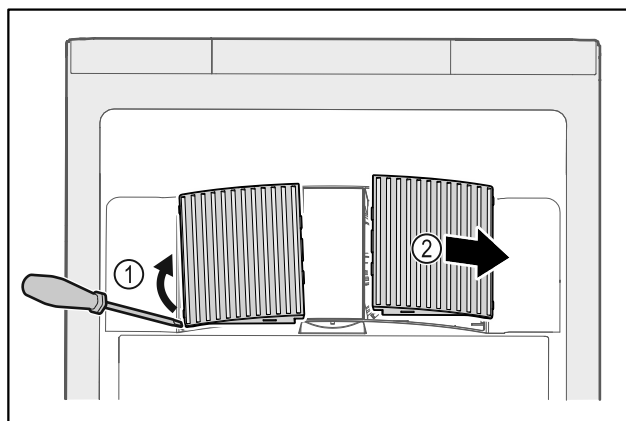

Fig. 126
- ▶ Осторожно подденьте крышки вентилятора сбоку Fig. 126 (1) и снимите их движением вперед Fig. 126 (2).